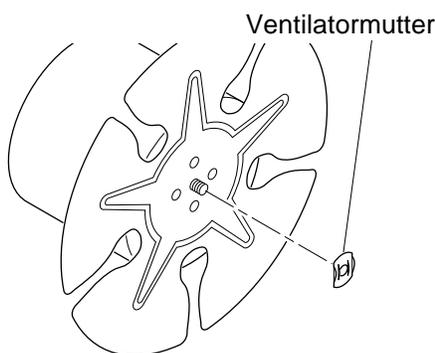

Abb. 7 - Abnehmen der Ventilatormutter von der Motorwelle
3. Mit einer Zange die Ventilatormutter vom vorderen Ende der Motorwelle entfernen (siehe Abb. 7).